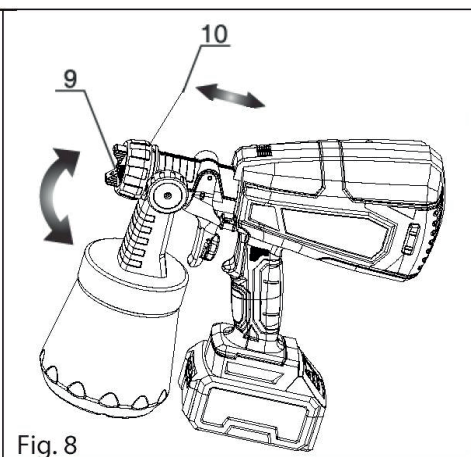

Fig. 8
4.5 Настройка распыления (рис. 8, стр. 13)
4.6 Регулировка производительности: (рис. 8)